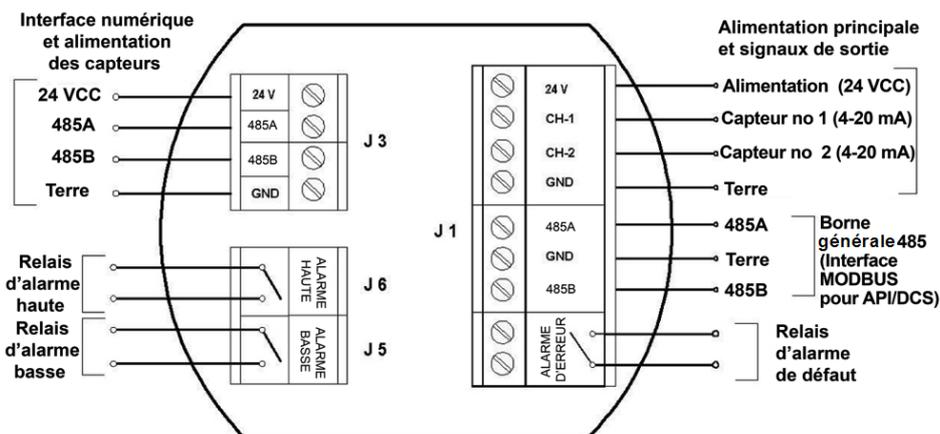
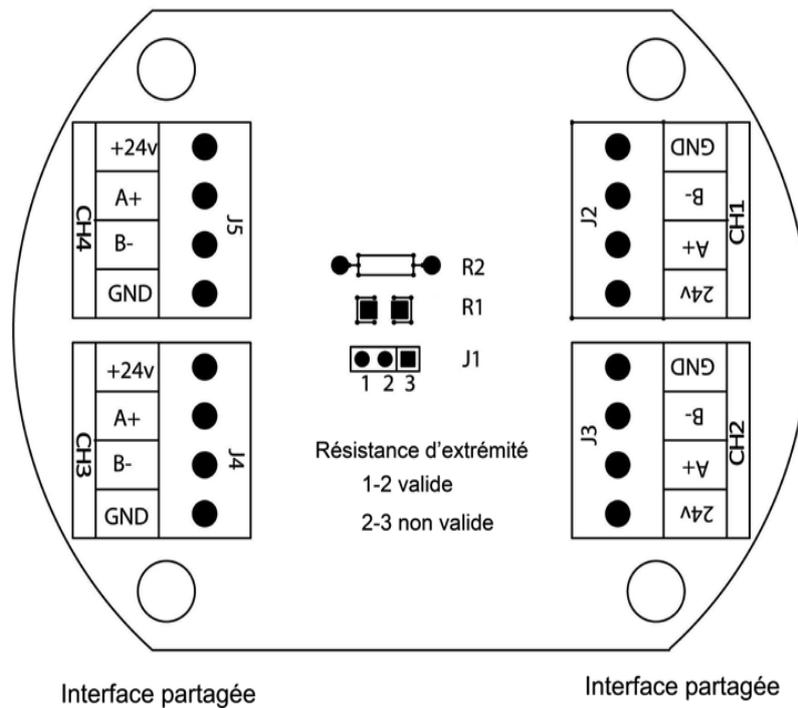
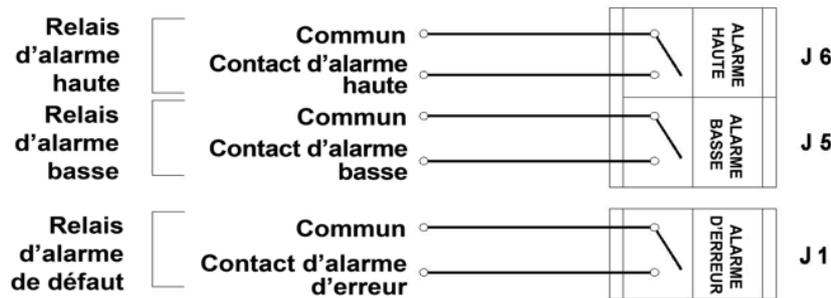

Figure 5 : module électronique de l' **iTRANS-2** (unité principale).
Figure 6 : module électronique du capteur déporté.
Figure 9 : connecteurs des relais d'alarme et de défaut J6, J5 et J1.
Les modules électroniques du détecteur **iTRANS-2** disposent de connecteurs et de cavaliers de câblage et de configuration du système. Le module électronique de l'unité principale est illustré en Figure 5. Le module électronique d'un capteur déporté est illustré en Figure 6. Les détails de câblage font l'objet du chapitre 4.
Raccordez les asservissements à l' **iTRANS-2** en utilisant les trois connecteurs relais illustrés en Figure 5. Le relais d'alarme basse est activé lorsque le seuil de l'alarme basse est atteint. Ce contact est de type non verrouillable, normalement ouvert (NO). Le relais d'alarme haute est activé lorsque le seuil de l'alarme haute est atteint. Ce contact est de type non verrouillable, normalement ouvert (NO). Le relais de défaut est activé en cas de défaut et à la mise sous tension de l' **iTRANS-2**. Ce contact est de type normalement fermé (NC). En cas de défaut, le contact s'ouvre. Voir la Figure 9 en ce qui concerne le câblage des relais.